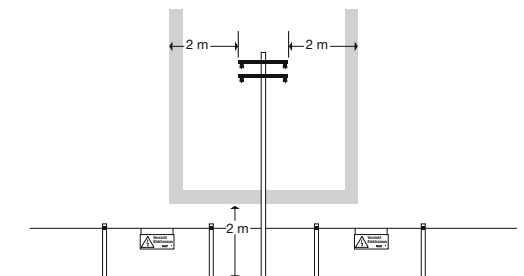

Bild 3. Sicherheitsraum für Niederspannungsfreileitungen (bis 1000 V)
- 1) Freileitungen bis 1000 V durfen mit der Zauuleitung und den Zauindrahten nicht uberquert werden. Werden Elektrozaunanlagen zu Freileitungen bis 1000 V parallel gefuhrt oder unterqueren sie diese, so darf innerhalb eines Schutzstreifens von 2 m beiderseits der aueren Leiter die Bauhohe der Elektrozaunanlage 2 m nicht uberschreiten (s. Bild 3). Auerdem muss im Kreuzungsfeld ein Warnschild angebracht werden.